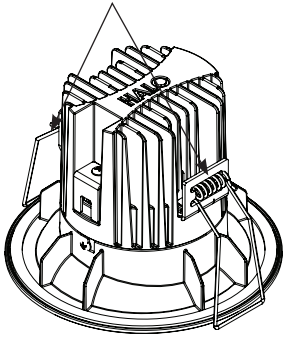

Figure 14
- Replace the 2 springs brackets that were removed with the optional wall wash bracket (Figure 14, 15, 16)
- Remplacez les deux pattes de fixation de ressort qui ont été enlevées par le support facultatif d'éclairage mural (Figures 14, 15, 16).